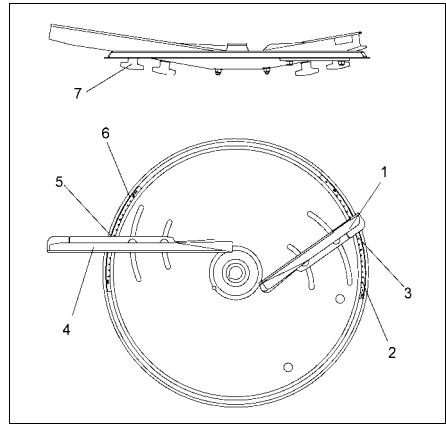

Fig. 22
Beide Flügelmuttern (Fig. 22/7) unter den Streuschaufeln lösen.
- Ablesekante (Fig. 22/3) der kurzen Schaufel (Fig. 22/1) auf Wert "67" von Skala (Fig. 22/2) schwenken und Flügelmutter wieder fest anziehen.
- Ablesekante (Fig. 22/5) der langen Schaufel (Fig. 22/4) auf Wert "88" von Skala (Fig. 22/6) schwenken und Flügelmutter wieder fest anziehen.